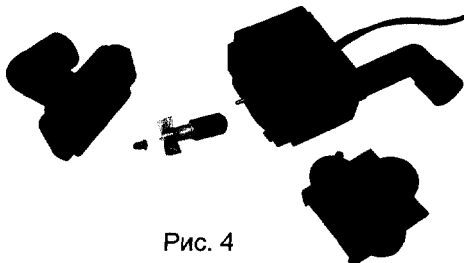

Рис. 4
4. Отсоедините крепление с присосками. Подсоедините пластиковый соединитель к импеллерной камере. Используйте соединитель как инструмент, чтобы открыть крышку импеллерной камеры (См. Рис.4).